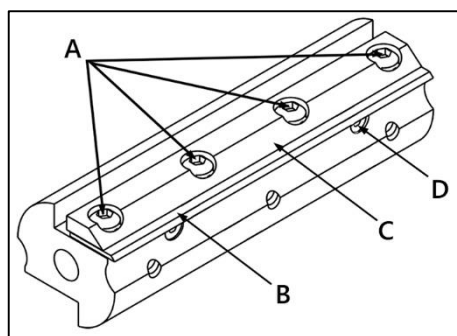

Рисунок 13.
Для замены ножа – открутите четыре винта А (рис. 13) при помощи шестигранного ключа, снимите нож В и прижимную планку (С).
Вращайте ножевой вал, ножи (в самом верхнем положении) должны слегка касаться линейки (по всей длине ножа). Если ножи проходят выше или ниже плоскости линейки, ослабьте четыре болта (A) (рис. 13), используя шестигранный ключ.